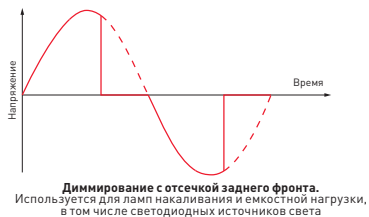

Рис. 6. Выбор фронта отсечки сетевого напряжения
- 3.5. В верхней части корпуса панели установите DIP-переключатель в одно из положений, в зависимости от типа подключаемой нагрузки: отсечка по переднему фронту применяется для резистивной (R) и индуктивной (L) нагрузки, а по заднему — для резистивной (R) и емкостной (C) (см. рис. 6).